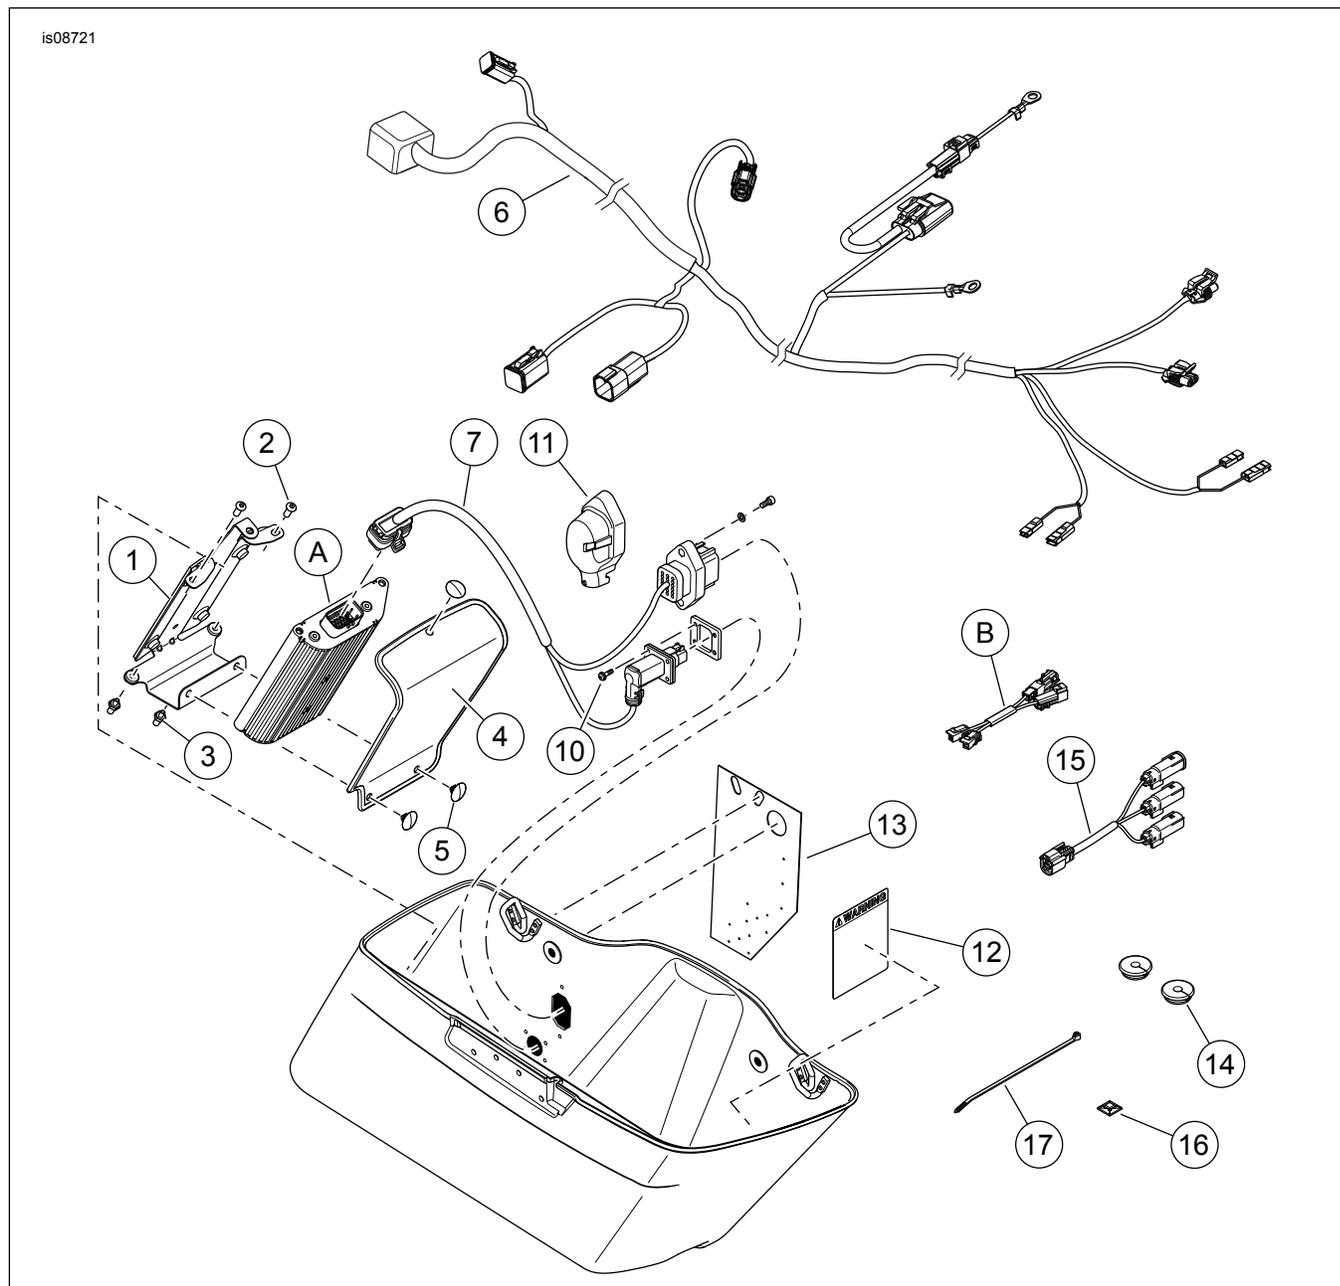

Figura 14. Peças de reposição, kit de instalação do amplificador para alto-falantes da carenagem inferior Boom! Audio
5. Veja Figura 14. Fixe a **nova** etiqueta de capacidade do alforje (12) sobre a etiqueta existente no alforje direito. Observe o limite de carga revisto para o alforje direito devido à instalação do amplificador.